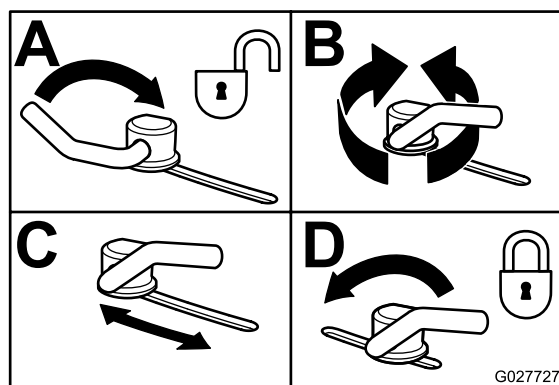

Figura 29
- Per regolare i blocchi delle camme alzate la leva e allentate i blocchi (Figura 29).
- Spostate la leva sopra per serrare il deflettore e i blocchi delle camme (Figura 29).